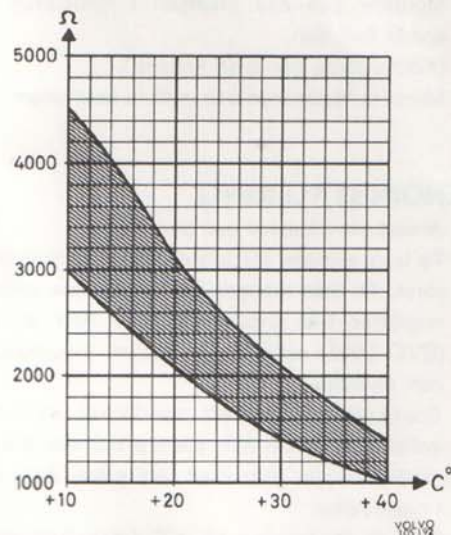

Bild 2—62. Resistans i temperaturgivare för kylvätska
1. Mät resistansen mellan anslutningsstiften och jämför med tabell på bild 2—62.